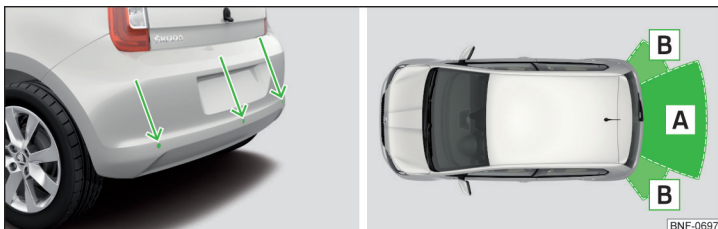

Fig. 128 Locul de amplasare al senzorilor / raza de acțiune a senzorilor
- Mențineți senzorii sistemului » **fig. 128 la pagina 103** curați, fără zăpadă sau gheață și nu îi acoperiți cu niciun fel de obiecte, pentru a nu limita funcționarea sistemului.
Sistemul calculează cu ajutorul undelor de ultrasunete distanța dintre bara de protecție și un obstacol. Sensorii de ultrasunete se găsesc în bara de protecție spate » fig. 128.
**Raza de acțiune aproximativă a senzorilor » fig. 128**